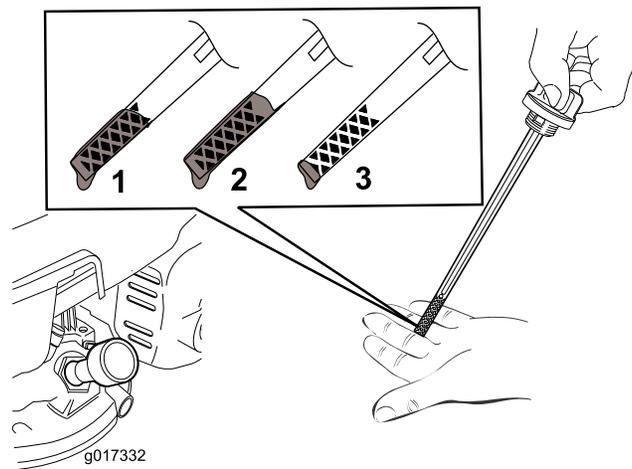

图6
2. 拆下量油尺（图6）。
注意： 向发动机曲轴箱添加机油，直到量油尺显示机油油位达到图6中所示的正确位置。如果发动机加注机油过多，则需要按照“更换机油”一节的说明，放掉多余机油。